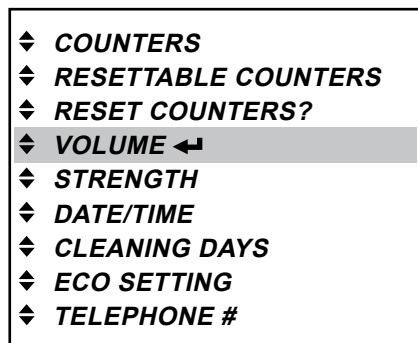

Рис. 57
1. Нажать кнопку ввода , чтобы вызвать меню «VOLUME» («ОБЪЕМ»). (Рис. 57)